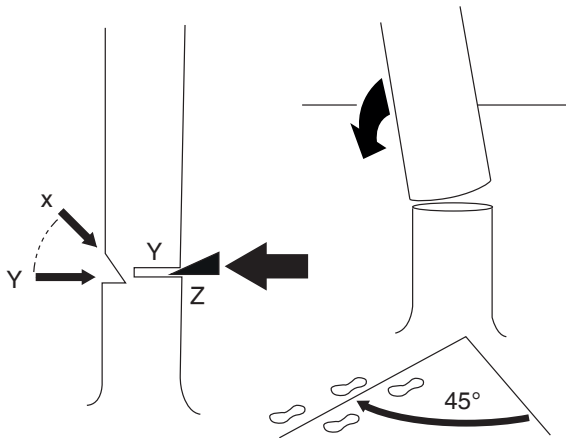

Abbildung 4
- Entfernen Sie vor dem Fällen Erde, Steine, lose Rinde, Nägel oder Drähte vom Baum. Machen Sie einen Kerbenschnitt auf der Seite des Baumes, die in die vorgesehene Fallrichtung zeigt. Die Kerbe sollte etwa ein Drittel ($\frac{1}{3}$) des Baumdurchmessers tief sein und senkrecht zur Fallrichtung geschnitten werden. Beginnen Sie zuerst mit der unteren Kerbe – das hilft, ein Einklemmen der Kette oder der Führungsschiene beim zweiten Schnitt zu vermeiden. (Siehe Abbildung 4.)